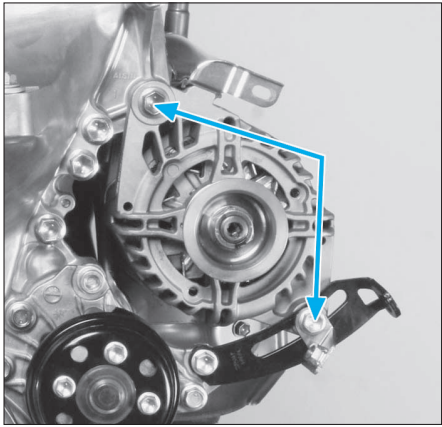

FIG. 33
- Déposer les vis de fixation (Fig.33), puis extraire l'alternateur.